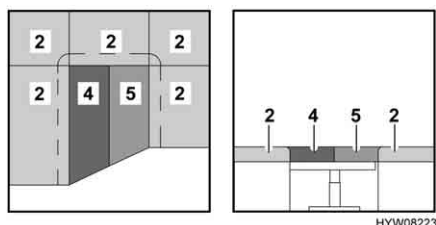

Fig. 71 Dopo la trasformazione
- Posizionare i cuscini aggiuntivi (Fig. 71,4 e 5) tra i cuscini del divano (Fig. 71,2) sul tavolo (Fig. 71,3).